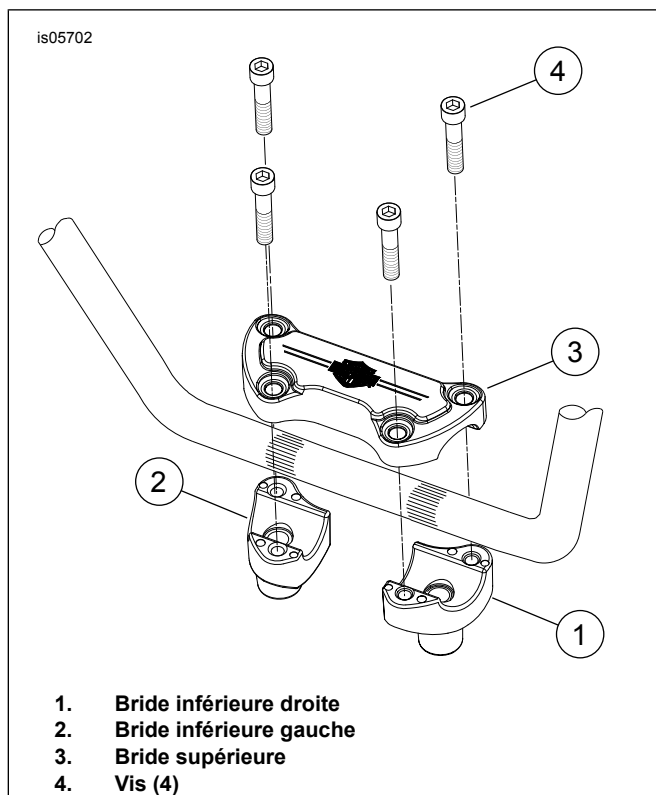
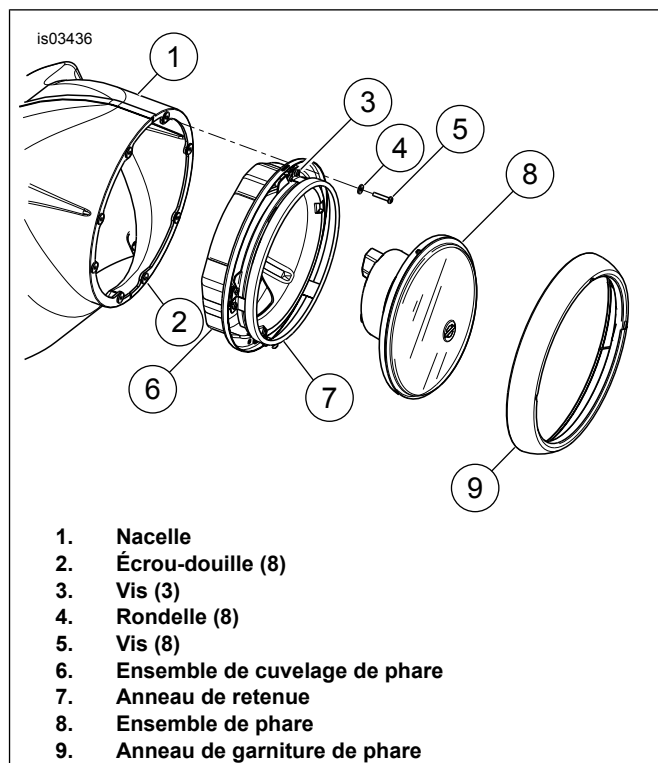
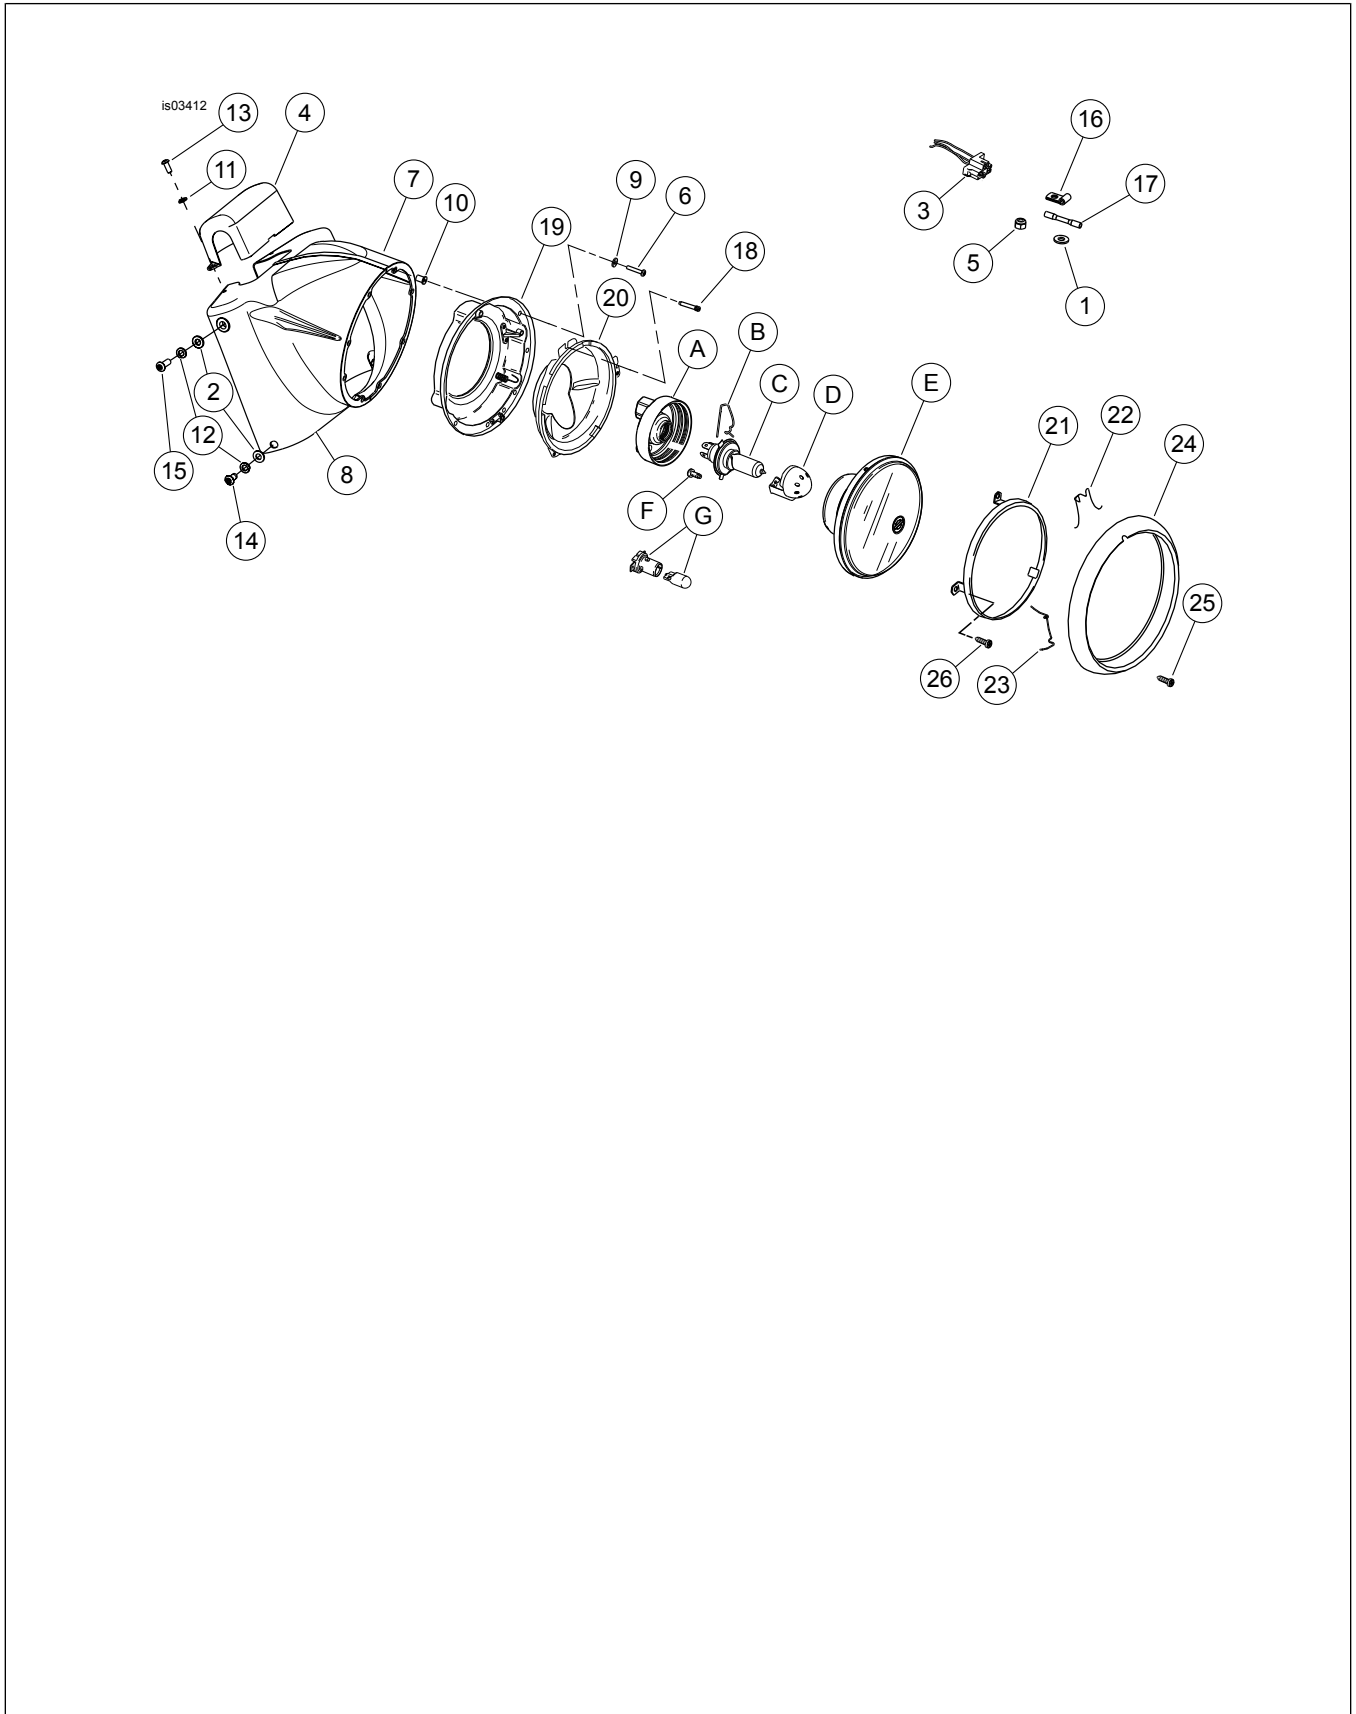

Figure 4. Orientation du support de guidon – FLSTC
Figure 6. Installer le phare
Figure 10. Pièces détachées pour les kits de nacelle de phare chromée et noire brillante
- Voir Figure 4. Installer sans serrer les nouveaux supports (kit numéro 46809-09), orientés comme indiqué, sur le té de fourche supérieur en utilisant les vis, les rondelles-frein et les rondelles de série. Installer le câble de masse et la rondelle-frein à dents intérieures sur la vis de support de guidon de droite.
- Installer le capuchon de support de guidon (3) sur les supports (1 et 2) au-dessus du guidon en utilisant quatre vis (4) incluses dans le kit.
12. Voir Figure 10. Installer les écrous-douilles (10) dans les trous des moitiés de nacelle. Installer le côté droit de la nacelle (7) comme suit :
- Attacher sans serrer le trou inférieur de la nacelle au support de fourche avec une vis de 5/8 pouce de long (14), une rondelle-frein (12) et une rondelle plate (2) à l'intérieur et à l'extérieur de la nacelle. En plaçant une rondelle plate de chaque côté de la nacelle, la nacelle sera positionnée pour être au niveau des couvercles de fourreau de fourche.
- Attacher le trou supérieur de la nacelle avec une vis de 7/8 pouce de long (15), une rondelle-frein (12) et une rondelle plate (2), le tout à l'extérieur de la nacelle. La vis ne doit pas toucher le fond du trou. Ne pas serrer les vis pour l'instant.
14. Voir Figure 10. Attacher la conduite de frein à l'arrière de la partie droite de la nacelle en utilisant les deux colliers de retenue de conduite de frein (16) du kit. Attacher les colliers de retenue à la partie droite de la nacelle en utilisant les vis à capuchon de 5/8 pouce de long, les rondelles plates de 1/4 (1) et les contre-écrous (5) (la rondelle est placée sous l'écrou).
15. Voir Figure 6. Installer l'ensemble de phare précédemment retiré (8) dans le cuvelage de phare (6) en utilisant l'anneau de retenue (7) et les trois vis (3).
17. Installer l'ensemble du phare et de cuvelage dans la nacelle en utilisant huit rondelles (4) et vis (5) du kit.
18. Voir Figure 10. Mettre le couvercle de guidon (4) en position et l'attacher avec les vis de 5/8 pouce de long (13) et les rondelles-frein (11).